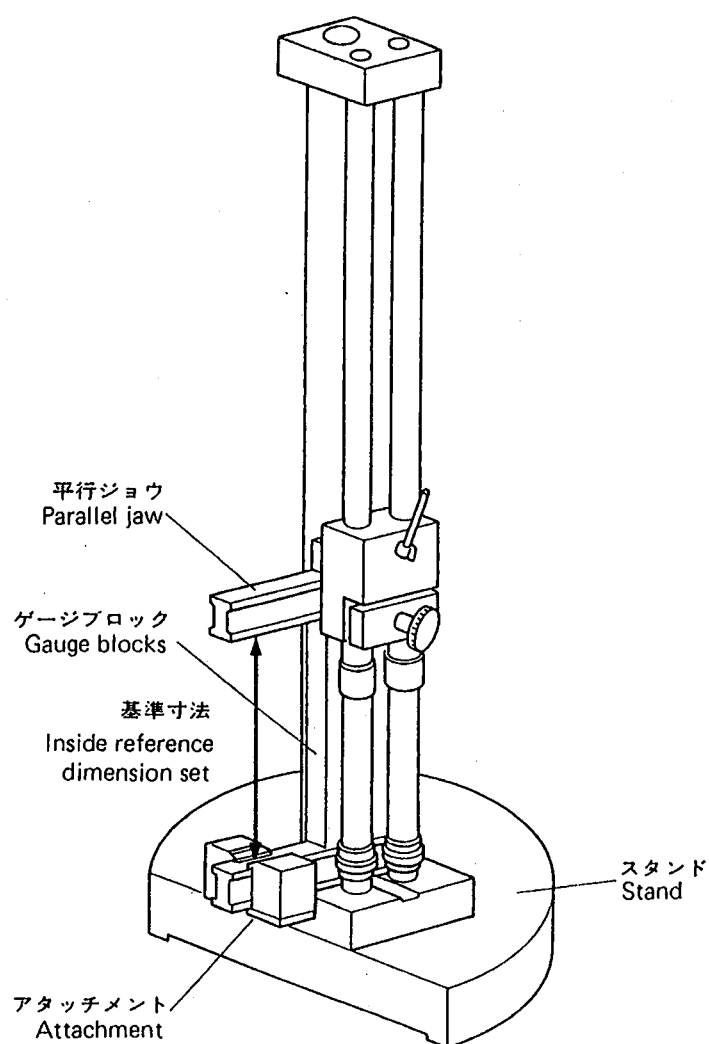

Fig. 1
- (1) 測定寸法のゲージブロックを用意します。ゲージブロック、および、平行ジョウの各測定面を清拭し、オプティカルフラットなどで打傷等によるカエリのないことを確認します。
- (2) 平行ジョウとゲージブロックとを密着させた上で、Fig.1のように、スタンドに載せます。
- (1) Prepare a gauge block (or blocks) of dimension for zero setting your bore gage. Carefully clean the measuring surfaces of these gauge blocks as well as those of the parallel jaws. Also make sure that these surfaces are free from burrs/scratches, using such as an optical flat.
- (2) After wringing the gauge blocks and the parallel jaws together, set this assemblage on the stand as shown in Fig. 1.